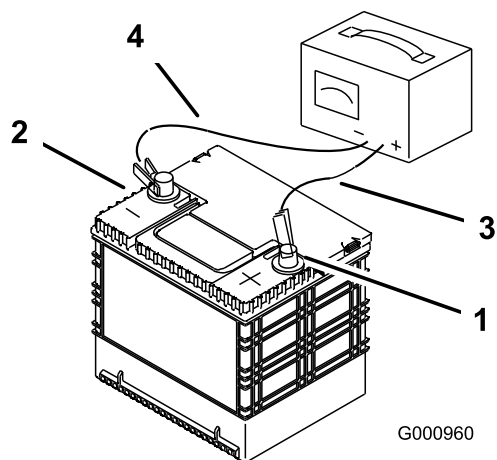

Figura 74
- Quando la batteria è completamente carica, staccate il caricabatterie dalla presa elettrica e scollegate i cavi di ricarica dai poli della batteria (Figura 74).